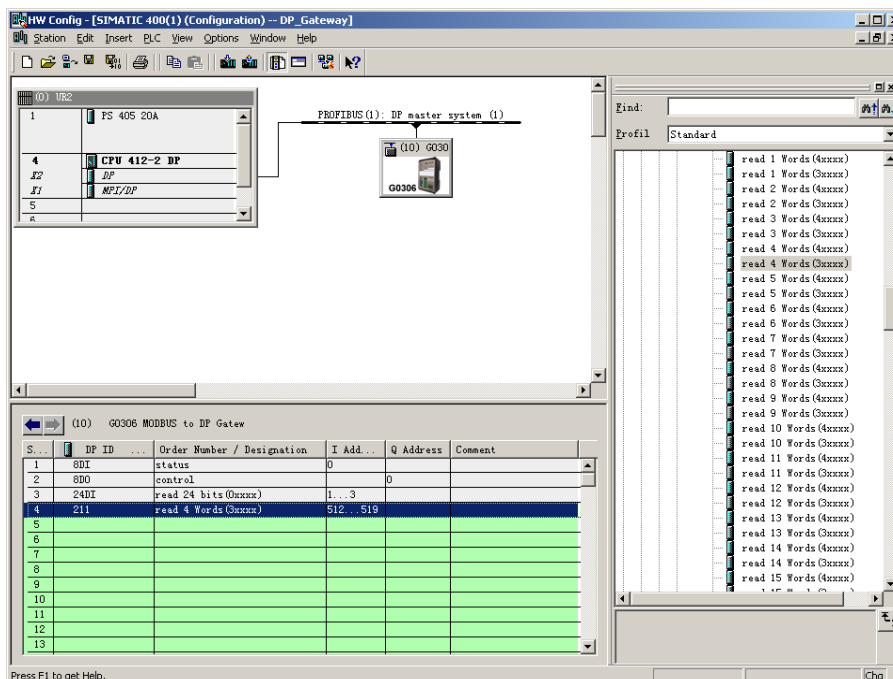

图 19 添加“read 4 Words(3xxxx)”模块
a) 添加“read 4 Words (3xxxx)”模块, 如图 19 所示: